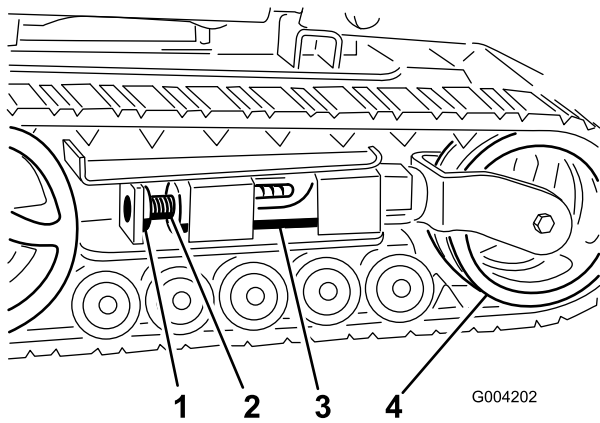
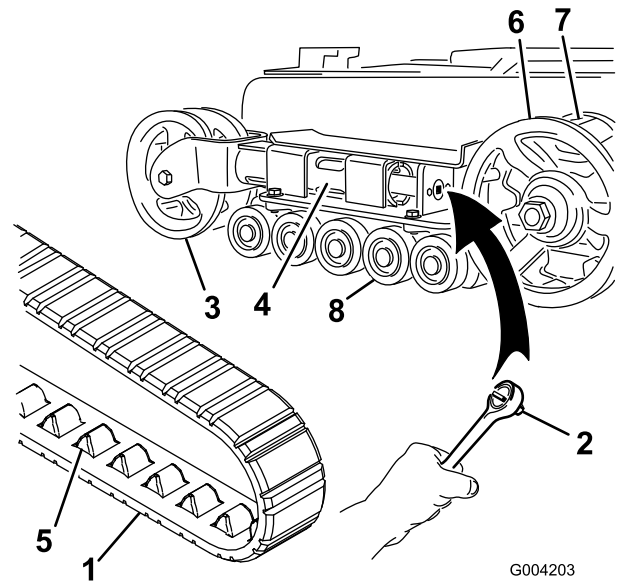
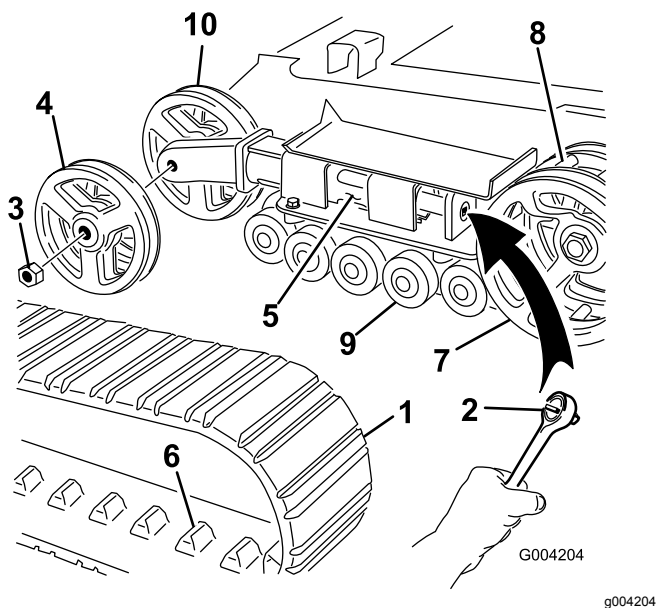

Figure 47
Figure 48
Figure 49
4. Enlevez le boulon et l'écrou de blocage (Figure 47).
6. Alignez l'encoche la plus proche dans la vis de tension avec le trou du boulon de blocage, et fixez la vis avec le boulon et l'écrou de blocage (Figure 47).
6. Poussez la roue de tension vers l'arrière de la machine pour appuyer le tube de tension contre le cadre (Figure 48).
8. Lorsque la chenille est déchaussée, retirez-la du pignon d'entraînement et des galets de roulement (Figure 48).
9. Pour installer la chenille neuve, commencez par l'enrouler autour du pignon, en veillant à ce que les crampons s'engagent correctement entre les dents du pignon (Figure 48).
10. Poussez la chenille sous et entre les galets de roulement (Figure 48).
Remarque: Les chenilles sont de type étroit si les roues de tension avant sont montées à l'intérieur d'une chape au bout du tube de tension (Figure 48).
5. À l'aide d'un rochet de 1/2 pouce, tournez la vis de tension dans le sens horaire pour détendre la transmission (Figure 47 et Figure 48).
Remarque: Les chenilles sont de type large si les roues de tension avant sont montées sur les côtés au bout du tube de tension (Figure 49).
- Enlevez le boulon et l'écrou de blocage (Figure 47).
- À l'aide d'un rochet de ½ pouce, tournez la vis de tension dans le sens horaire pour détendre la transmission (Figure 47 et Figure 49).
- Poussez la roue de tension vers l'arrière de la machine pour appuyer le tube de tension contre le cadre (Figure 49).
- Retirez l'écrou de fixation de la roue de tension extérieure et déposez la roue (Figure 49).
- Déposez la chenille (Figure 49).
- Retirez l'écrou de fixation de la roue de tension intérieure et déposez la roue (Figure 49).
- Posez la roue de tension intérieure et fixez-la avec l'écrou retiré précédemment (Figure 49).
- Posez la chenille neuve en prenant soin que les crampons s'engagent entre les dents au centre du pignon (Figure 49).
- Posez la roue de tension extérieure et fixez-la avec l'écrou retiré précédemment (Figure 49).
6. Placez le chapeau de galet de roulement sur la tête du boulon (Figure 48).
7. Fixez le chapeau avec le circlip (Figure 48).